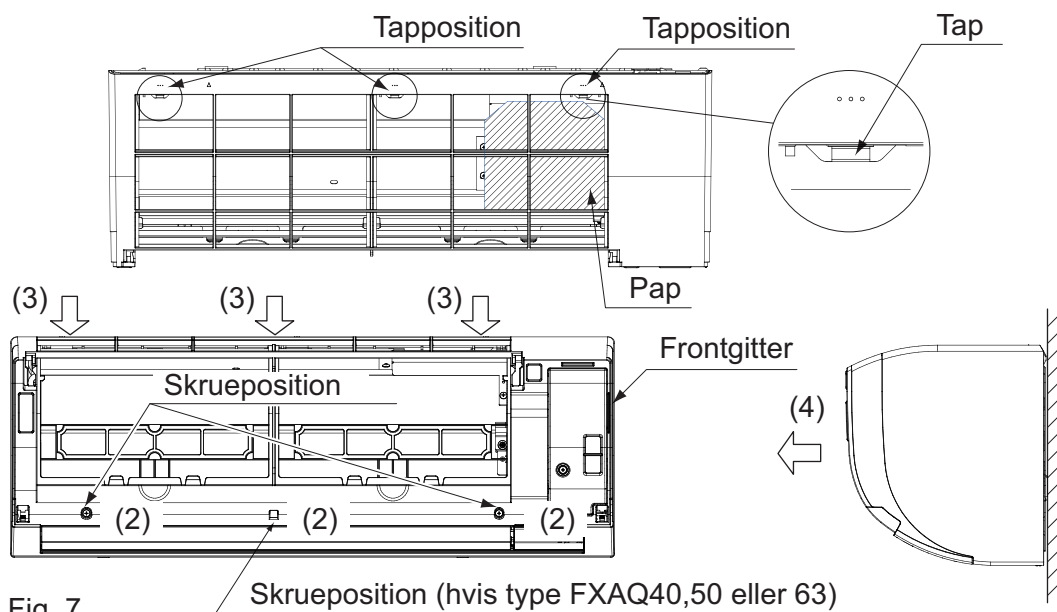
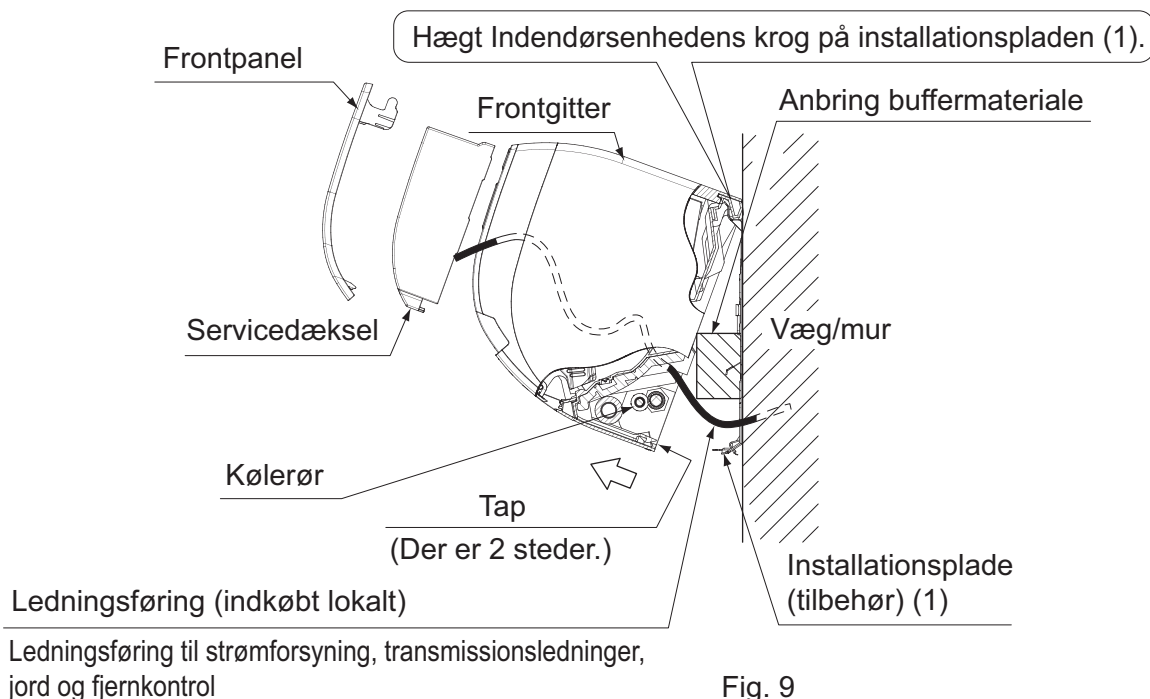

Fig. 7
Fig. 9
- Tag frontgitteret af. (Se fig. 7)
(6) Hægt indendørsenheden på installationspladen. (Se fig. 9)
(9) Pres med en hånd på hvert hjørne for neden på indendørsenheden og hægt fligen på bagsiden af indendørsenheden fast på installationspladen (1). (Se fig. 9)
- Fjern buffermaterialet, der blev placeret under trin (6).